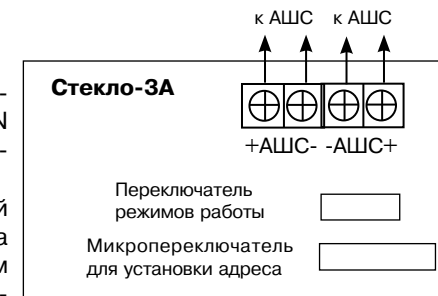

Рис. 6.27
Отключение индикации осуществляется переключателем режимов работы «4» (рис. 6.27).
На печатной плате расположены контактные колодки для подключения внешних цепей (рис. 6.27) и переключателя для установки адреса и режимов работы извещателя.
- выполните соединения в соответствии с рис. 6.27;